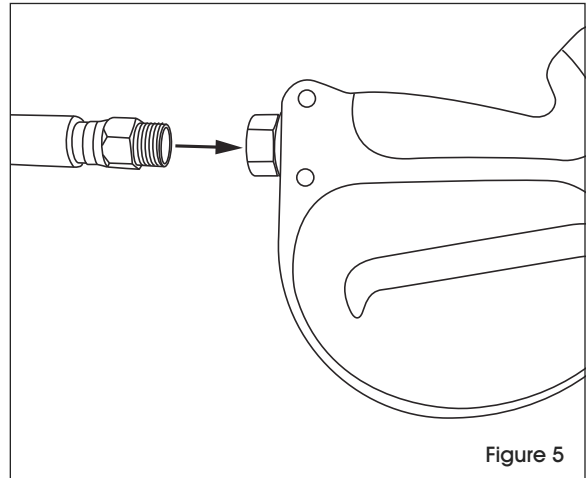

Figure 5
1. Screw gun and hose threads together by hand – turning clockwise until hand-tight. Hose threads already have pipe-sealing tape applied to them. (See Figure 5)
3. Raccordez le pistolet et le tuyau à la main – tournez dans le sens horaire jusqu'à ce qu'ils soient serrés. Le filetage du tuyau est déjà doté d'un ruban d'étanchéité. (Voir Figure 5)